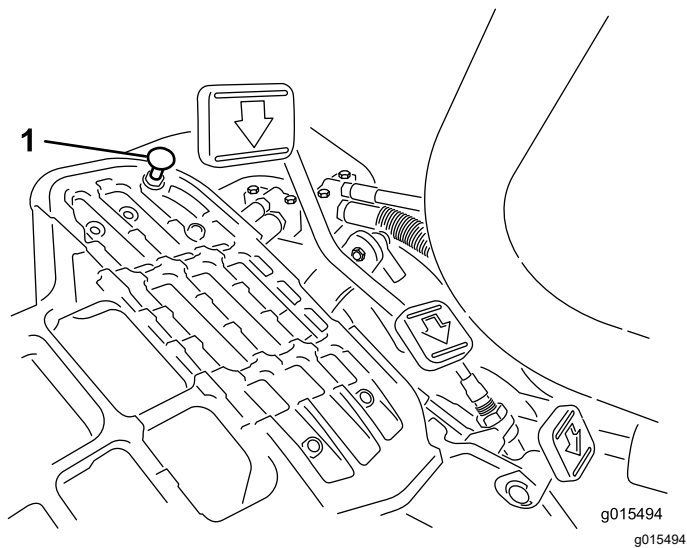

図 42
1. モードレバーを移動走行位置にセットし、ペダルストップを固定しているロックナットをゆるめる図 42。